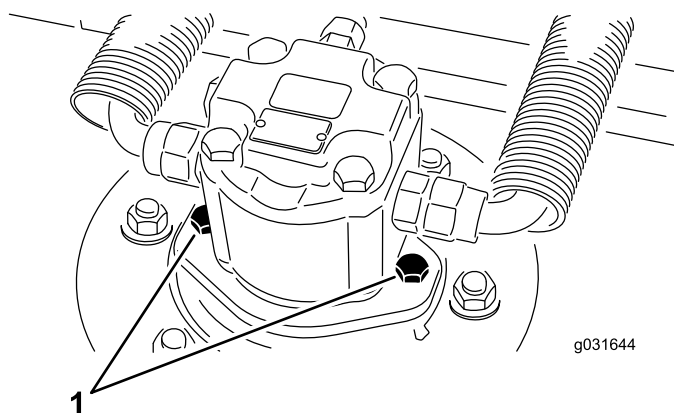

Figure 69
2. Retirez les vis du moteur hydraulique, puis débranchez et déposez le moteur hydraulique de l'unité de coupe (Figure 69).
- À l'aide des vis de fixation du moteur hydraulique, reposez le moteur hydraulique sur l'unité de coupe (Figure 69).